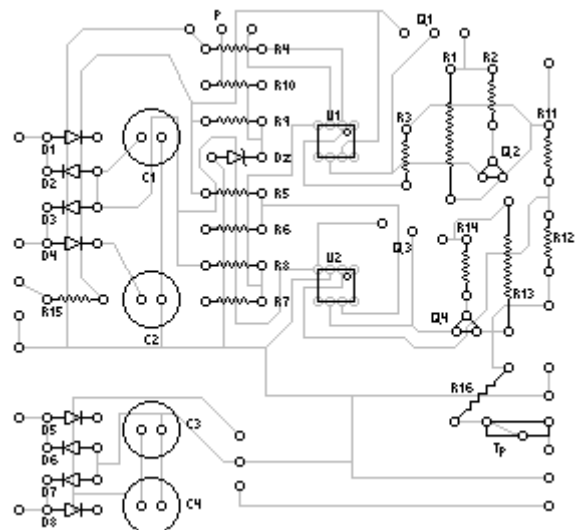

Figura 3 – Ambos os vegetais, colados, com as trilhas por baixo;
- No final, você terá, no papel vegetal de Baixo, um esboço da aparência final da placa com seus componentes e, no de Cima, o desenho das trilhas com os PADs. A Figura 3, mostra a superposição dos vegetais, agora, invertendo-se as posições (Observe que o papel que estava em cima agora está de baixo).
- A montagem mostrada na Figura 3, fazendo coincidir os PADs, serve para conferir as ligações de seu projeto;